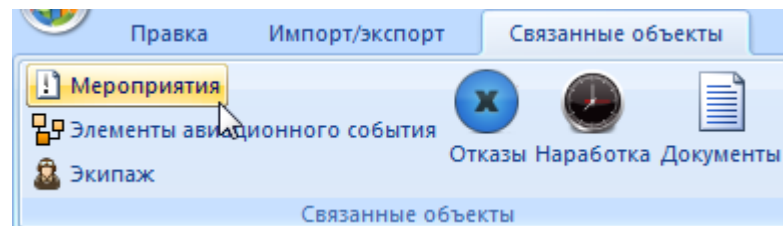

Рис. 13-419 – Панель «Связанные объекты»
2) Выбрать событие в рабочем окне «Авиационные события». Открыть окно связанных объектов «Мероприятия» для выбранного события, для этого нажать кнопку «Мероприятия» панели «Связанные объекты» (рис. 13-419).